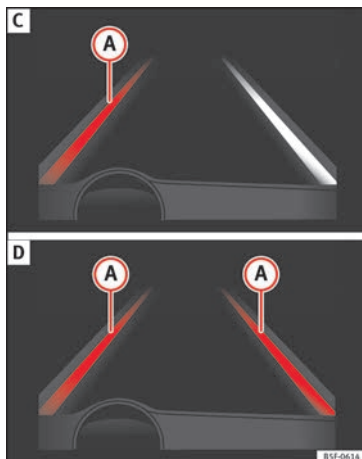

Abb. 207 Im Display des Kombiinstrument: Anzeige im Display des Spurhalteassistenten (Beispiel 2).
- System arbeitet; die hervorgehobene Linie (A) zeigt an, dass die Gefahr einer unabsichtlichen Überschreitung der Begrenzungslinie bestand. Das System korrigiert über die Lenkung die Fahrtrichtung » **Abb. 207 C**.
- Die beiden hervorgehobenen Linien (A) leuchten gleichzeitig auf, wenn beide Begrenzungslinien erkannt sind und die Funktion für zentrale Spurführung » **Abb. 207 D** eingeschaltet ist.